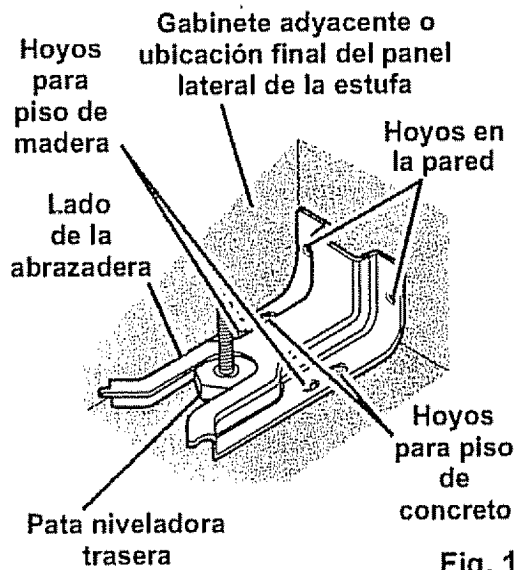

Fig. 1
- B. Use la abrazadera como un molde y marque las posiciones de 2 hoyos sobre la pared y las posiciones de 2 hoyos sobre el piso. Use los juegos de posiciones para madera o concreto dependiendo del tipo de piso. Vea la Fig. 1.
- B. Revise para asegurarse que la abrazadera **CONTRA VOLCADURAS** esté instalada y enganchada correctamente. Saque el panel de abajo o el cajón e inspeccione la **PATA NIVELADORA TRASERA**. Asegúrese que esté firmemente bien colocada dentro de la ranura. Vea la Fig. 1.